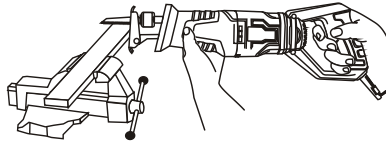

Fig. 4
3. Țineți ferăstrăul departe de corp și în fața dvs. (Fig.4)